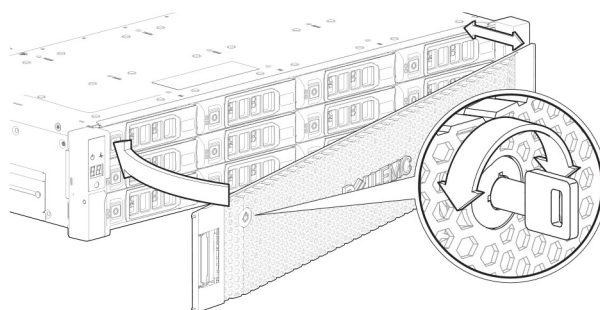

Figure 3. Connecter ou retirer le boîtier 2U à cadre frontal
Vous pouvez connecter ou retirez le cadre du boîtier 2U en option. Localisez le cadre, puis en le tenant avec les mains, placez-vous devant le panneau avant du boîtier 2U12 ou 2U24. Une vue partielle d'un boîtier 2U12 est illustrée dans Figure 3. Connecter ou retirer le boîtier 2U à cadre frontal.
- 3 Fixez le cadre à l'aide du verrouillage à clé comme illustré dans Figure 3. Connecter ou retirer le boîtier 2U à cadre frontal.
- Pour plus d'informations sur le cadre avant du boîtier 2U (en option), consultez Figure 3. Connecter ou retirer le boîtier 2U à cadre frontal.